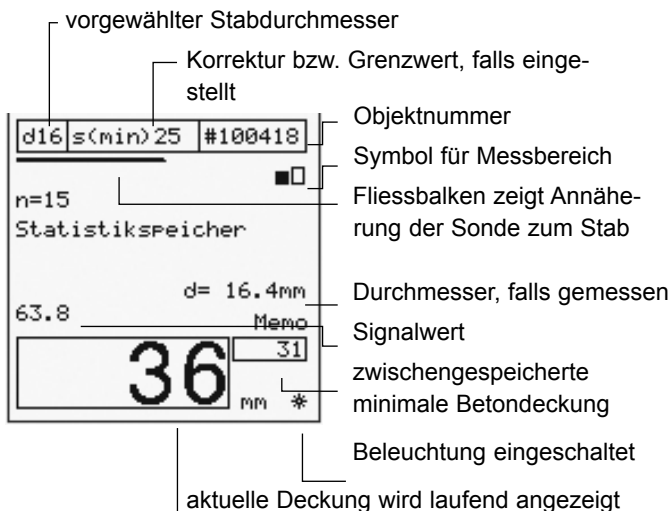

Fig. 5.1 Messbild «Statistik»
Anschliessend erscheint das Messbild des Objekts in dem zuletzt gemessen wurde (Fig. 5.1, Fig. 5.7 und Fig. 5.13).
- Geben Sie beim Menüpunkt «Nachbarstab-Korrektur» den Stababstand ein, falls die Korrektur benötigt wird. Der eingestellte Grenzwert wird in diesem Fall nicht angezeigt (siehe Fig. 5.1).